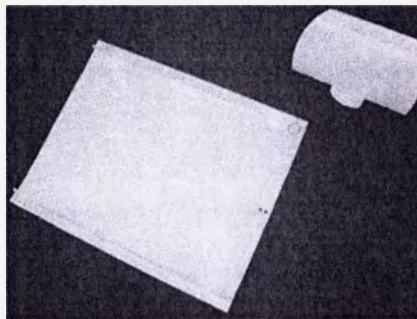

Рисунок 5
5.2.3 При необходимости дополнительной фиксации тазовой области, используйте совместимые термопластичные маски Klarity для фиксации таза (рисунок 5).